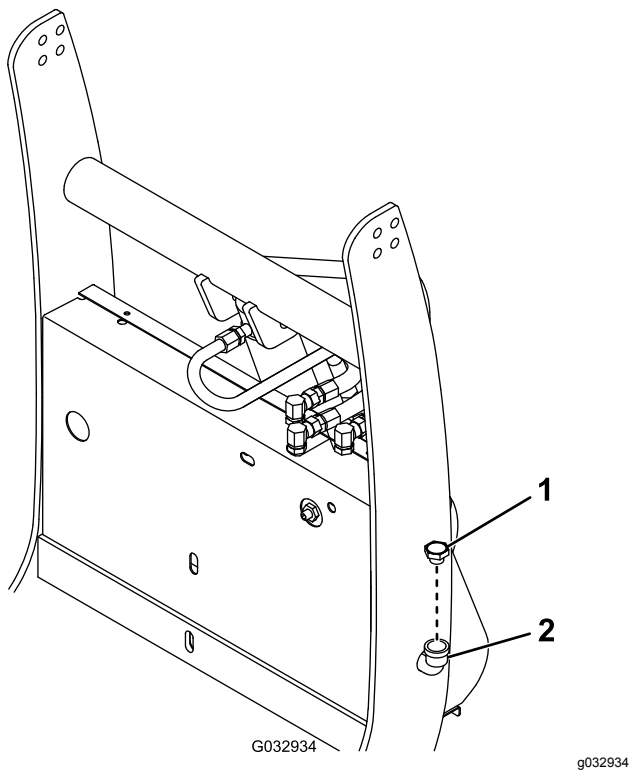

Bild 36
2. Reinigen Sie den Bereich um den Fülldeckel (Bild 36).
3. Nehmen Sie den Fülldeckel vom Hydraulikbehälter ab (Bild 36).